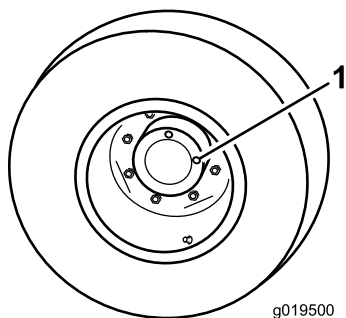

Figure 15
1. Amenez la machine sur une surface plane et horizontale, tournez la roue de sorte à placer un bouchon de contrôle à la position 12 heures et l'autre à la position 3 heures (Figure 15).
1. Bouchon de contrôle/vidange (2)
2. Retirez le bouchon qui est à la position 3 heures (Figure 15).